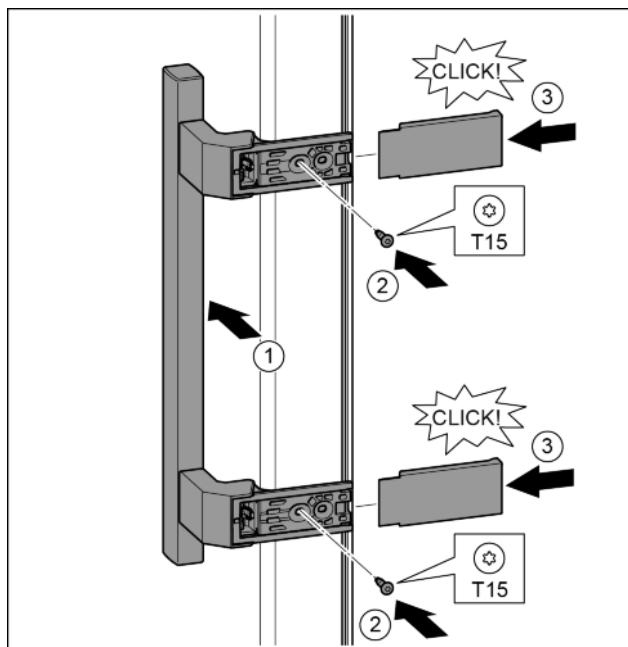

Fig. 16
- Встановіть ручку з протилежного боку. *Fig. 16 (1)*
- Закрутіть гвинти за допомогою викрутки T15. *Fig. 16 (2)*
- Встановіть кришки з боків та вставте їх. *Fig. 16 (3)*